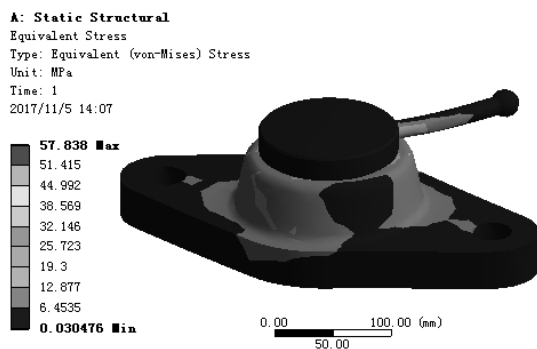

图 7.6.45 应力结果图解
(1) 求解分析。在顶部工具栏中单击  **Solve** 按钮求解分析。
(2) 查看应力结果图解。在“Outline”窗口中选中  **Equivalent Stress**，查看图 7.6.45 所示的总应力结果，其最小应力为 0.030476MPa，最大应力为 57.838MPa。